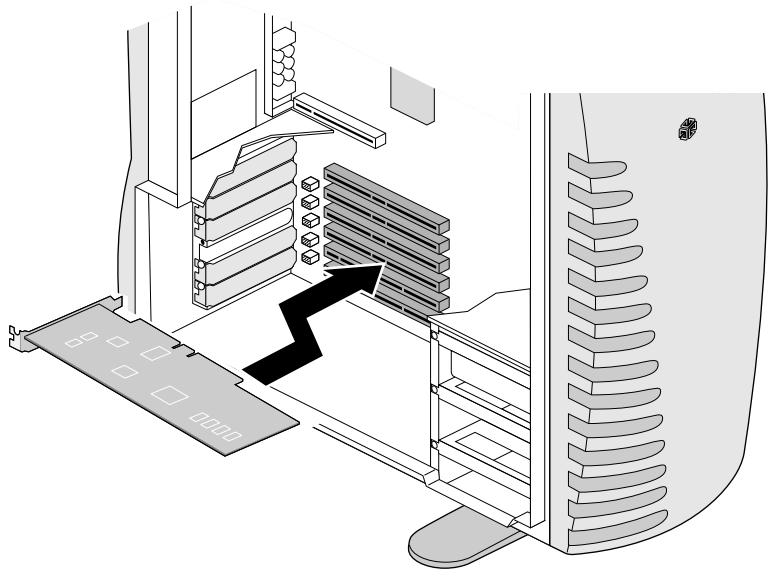

Figure 5-3 Insertion d'une carte PCI
9. Retournez la carte PCI de manière à ce que le connecteur se trouve à gauche (voir Figure 5-3).